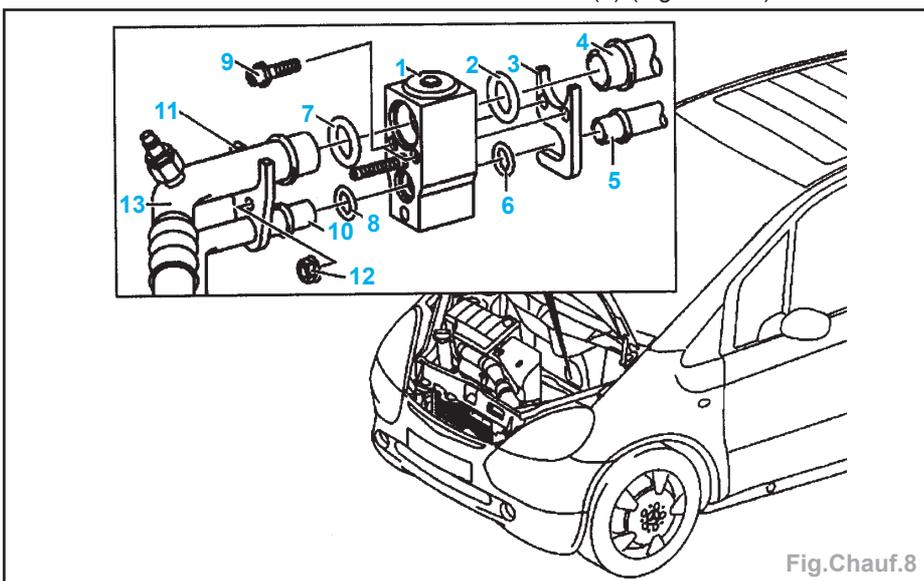

Fig. Chauf.8
- Débrancher les conduites (10 et 11) de la valve (1) (Fig. Chauf.8).